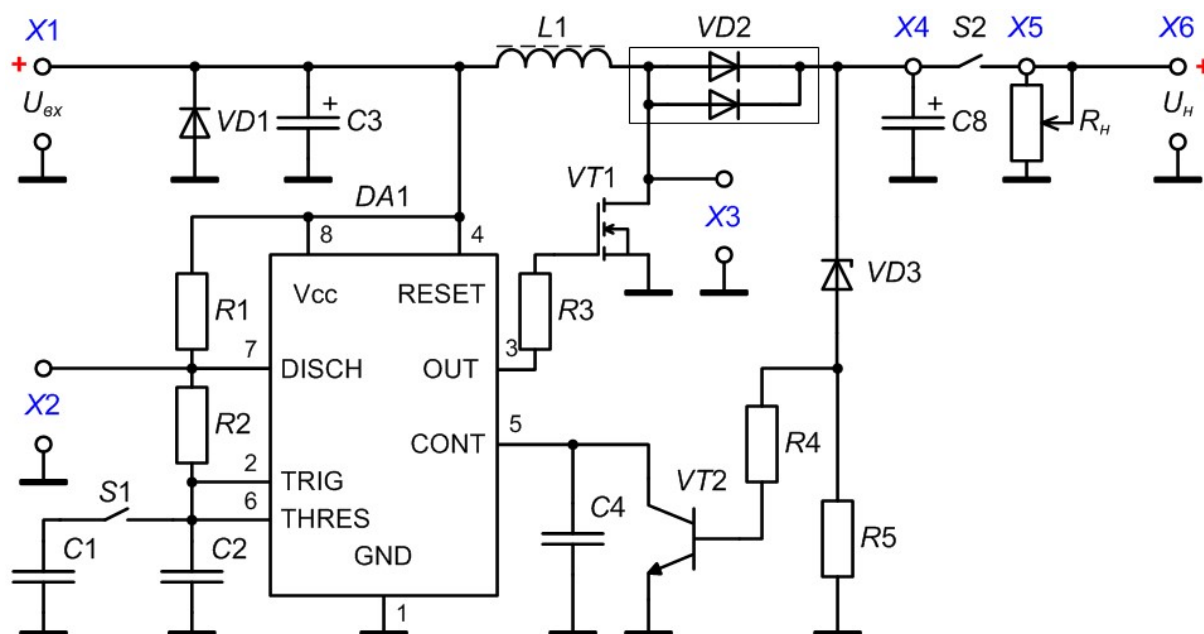

Рис. 4.4. Повышающий импульсный стабилизатор напряжения на ИС NE555
1. Ознакомиться со схемой стабилизированного повышающего преобразователя напряжения, выполненного на таймере NE555 и изображенного на рис. 4.4.
9. Поясните назначение основных элементов исследуемого повышающего импульсного стабилизатора (рис. 4.4).